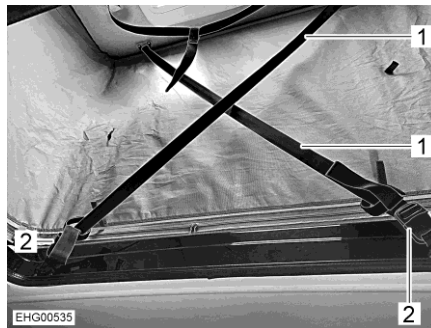

Bild 54 Windsicherung
- Beide Sicherungsgurte (Bild 54,1) vollständig ausziehen.
- Sicherungsgurte jeweils diagonal an den Gurtschlössern (Bild 54,2) einhängen.